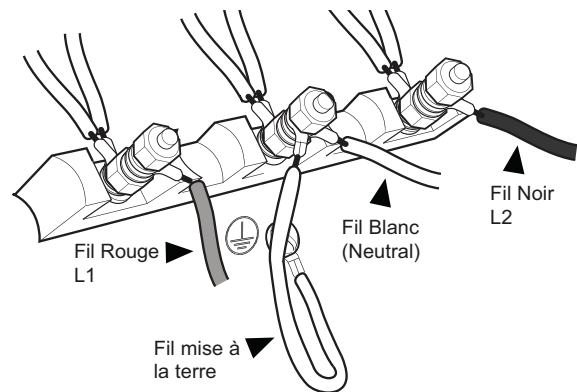

Figure 12 : Connexion à trois fils
- Fixez le fil neutre mis à la terre du circuit d'alimentation au plot central (de couleur argent) du bloc de jonction (consultez la Figure 12).